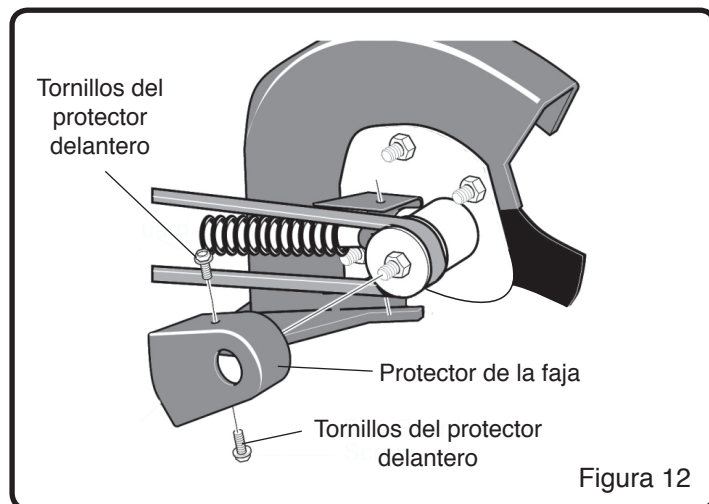

Figura 12
4. Retirar los dos tornillos del protector delantero y el protector de la faja. (Véase la figura 12).